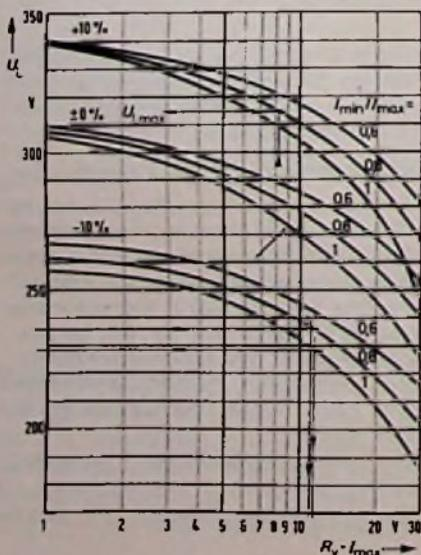
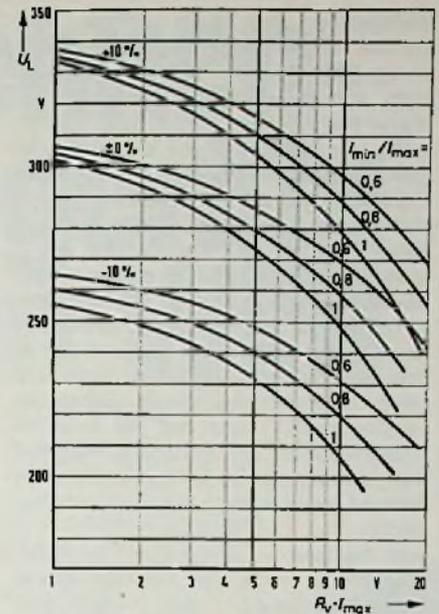

Bild 4. Ladespannung als Funktion von  $R_v \cdot I_{max}$  für Graetzgleichrichtung
Bild 5. Ladespannung als Funktion von  $R_V \cdot I_{\max}$  für Einweggleichrichtung
Zur Ermittlung des Schutzwiderstandes dienen die Diagramme in Bild 4 für Graetz- und in Bild 5 für Einweggleichrichtung. Diese Diagramme zeigen die in Schaltungen gemessene Abhängigkeit der Ladespannung von dem auf den maximalen rechnerischen Laststrom bezogenen Vorwiderstand. Die unteren Kurven geben die im brummbedingten Minimum und die oberen Kurven die im brummbedingten Maximum vorhandene Ladespannung bei 10 % Netzunter- und 10 % Netzüberspannung an. Die mittleren Kurven entsprechen der Ladegleichspannung bei Nennspannung. Außerdem beziehen sich die unteren Kurven auf einen Ladecondensator mit einer Kapazitätsabweichung von -50 %, die mittleren Kurven auf den nach Gl. (1) oder Gl. (2) berechneten Kapazitätsnennwert und die oberen Kurven auf eine Kapazitätsabweichung von +100 %. Damit sind alle toleranzbedingten Einflüsse enthalten. Streng genommen müßten auch noch die alterungsbedingten Änderungen berücksichtigt werden. Darauf wurde jedoch verzichtet, um nicht die Anforderungen an den Längstransistor im Netzteil unnötig zu verschärfen. Schließlich kommt es selten vor, daß ein neuer Ladecondensator gerade die untere Toleranzgrenze aufweist. Aber in diesem Falle wird lediglich die Zeit verkürzt, nach der die vorgegebenen Regelgrenzen unterschritten werden. Bevor man den Widerstand  $R_v$  berechnet, ist die bei Netzunterspannung minimal benötigte Ladespannung  $U_{Lmin}$  bzw.  $U_{LminK}$  (für formatkorrigierte Ausgangsspannung) zu ermitteln. Diese erhält man durch Addition von Ausgangsspannung, der minimalen Restspannung am Längstransistor und des Spannungsabfalls am „Kontrollwiderstand“. Es ist im voraus nicht zu erkennen, von welcher der beiden Ausgangsspannungen  $U_o$  oder  $U_{OK}$  man auszugehen hat, deshalb muß man beide Spannungen berechnen. Unter Berücksichtigung der Toleranz des Vorwiderstandes  $R_v$  und des geringen ohmschen Netzwiderstandes, kann dann aus den Diagrammen der Vorwiderstand und die zum Berechnen des Shunts erforderliche maximale Ladespannung  $U_{Lmax}$  ermittelt werden.
Aus der Kurve in Bild 4 für Graetzgleichrichtung ergibt sich der kleinere Wert  $R_v \cdot I_{max}$  für  $U_{Lmin}$  bei  $I_{min}/I_{max} = 217/275 mA \approx 0,8$  zu  $11 \Omega A$ , was einem Widerstandswert von  $11/I_{max} = 11/0,275 = 40 \Omega$  entspricht. Abzüglich einem Widerstand in der Netzleitung von  $1 \Omega$  und bei Berücksichtigung einer Toleranz von  $\pm 10\%$  ergibt sich daraus  $R_v \approx 0,9 (40 \Omega - 1 \Omega) \approx 35,1 \Omega$
Aus den mittleren Kurven in Bild 4 läßt sich  $U_{Lmittel}$  (Pfeil) für  $I_{min}/I_{max} = 1$  zu etwa 270 V ablesen. Damit ist
Ladespannung etwa 250 V (nach Bild 4); „kontrollierte Zwischenspannung“ 30 V; Schutzwiderstand in der Zeilenendstufe 100  $\Omega$ ; Kontrollwiderstand etwa 15  $\Omega$ ;